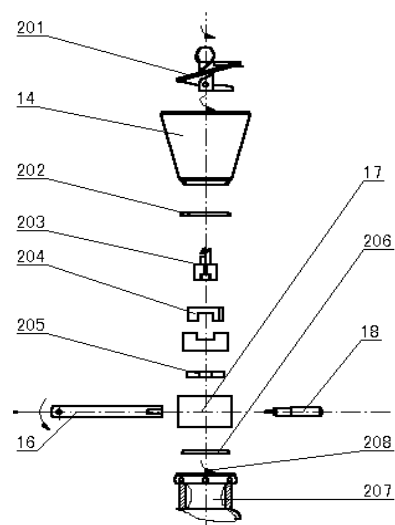

Рис. 8
3. Отвинтить трубку фарша (16) по направлению указанному в рис. 8 и промыть в щелочной воде.
4. Снять все детали, применяемые для подачи фарша, по порядку указанному в рис. 8, промыть их в тёплой воде с моющим средством.
⑥. После промывки и сушки всех снятых деталей монтировать их последовательно по обратному порядку. При монтаже нужно смазать головную и хвостовую части шнека теста (103) пищевым маслом.